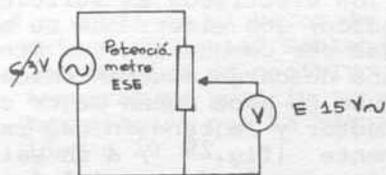

Fig.26
P.2.- Montar el circuito adjunto (fig.26 ) donde el potenciómetro del E.S.E. se utiliza como división de tensión, actuando como una fuente de tensión variable. Ponga el cursor en cero. Compléte la tabla con los datos obtenidos